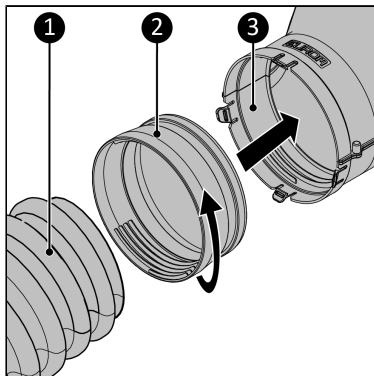

Figura 103.
- Cu un sistem rotativ, pentru un furtun fără guler (Figura 103, nt. 1).
1. Introduceți furtunul de aer condiționat (Figura 103, nt. 1) în adaptor (Figura 103, nt. 2) și înșurubați adaptorul în sensul acelor de ceasornic pe furtun.
2. Introduceți și fixați adaptorul cu furtunul de aer condiționat montat în corpul principal al ușii de ieșire pentru fereastră (Figura 103, nt. 3).